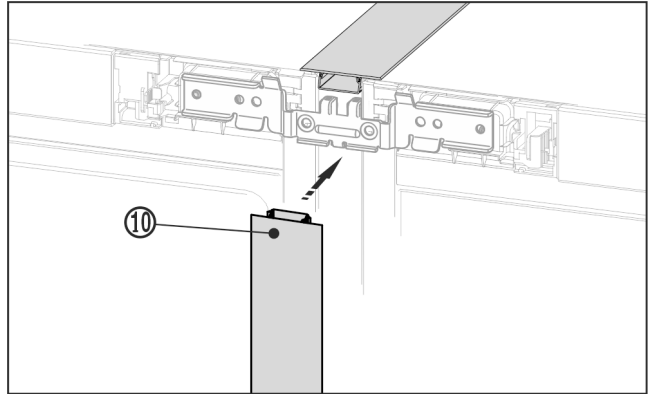

Fig. 23
- Paina etupuolella pitkä suojalista Fig. 23 (10) pystysuoraan rakoon. Varmista, että lista nousee liitoslevyä pitkin.